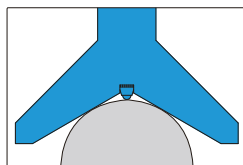

fig.1
- Ajustez la surface en V de la jauge de rayon au bord cylindrique complet de la pièce (fig.1)